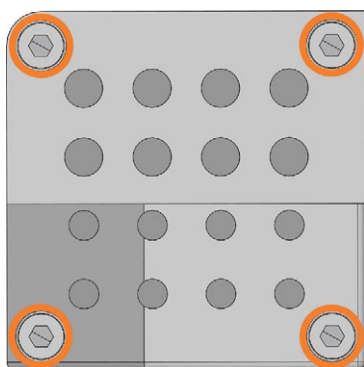
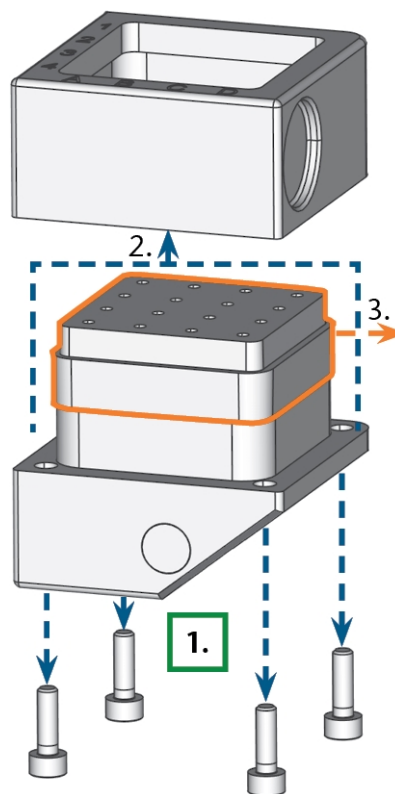

FIG. 114 LOS 4 TORNILLOS SITUADOS EN LA PARTE INFERIOR DEL ALMACÉN DE HERRAMIENTAS (MARCADO EN NARANJA)
FIG. 115 DESARMAR EL ALMACÉN DE HERRAMIENTAS Y RETIRAR EL INSERTO
5. Desatornille los 4 tornillos situados en la parte inferior del almacén de herramientas (↗ Fig. 114 abajo, ↗ Fig. 115 abajo, paso 1).
6. Levante la cubierta del almacén (↗ Fig. 115 abajo, paso 2).
7. Retire el inserto del almacén de herramientas existente (↗ Fig. 115 abajo, paso 3) y sustitúyalo por uno nuevo.